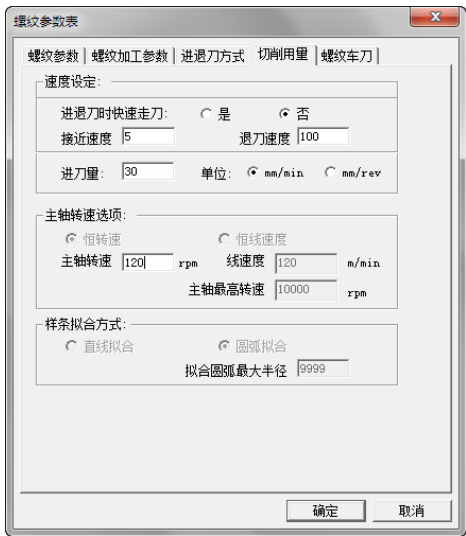

图 4-214 车螺纹切削用量参数设定
4) 单击“切削用量”选项卡，设置切削用量参数如图 4-214 所示。